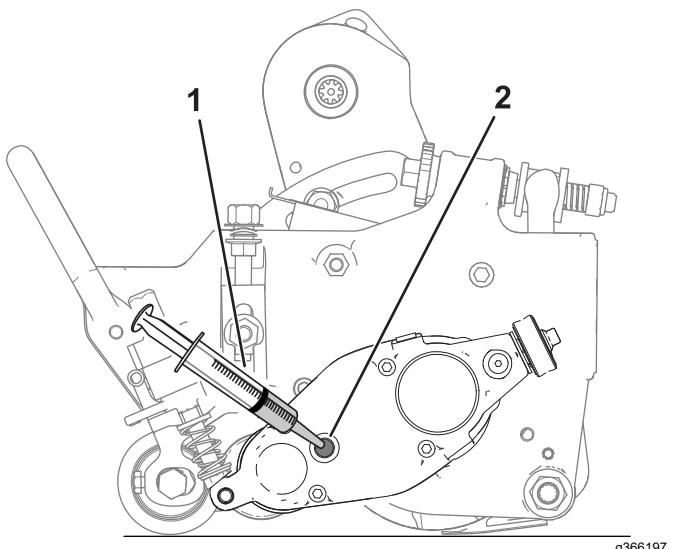

Figura 24
6. Mueva lentamente la unidad de corte hacia delante y hacia atrás para garantizar que el aceite se haya vaciado por completo de la carcasa. Cuando se haya vaciado totalmente el aceite, coloque la unidad de corte en una superficie nivelada, tal y como se muestra en la Figura 24.
8. Utilice una jeringa (Pieza n.º 137-0872) para llenar la caja de transmisión con 50 cc de aceite 80-90W (Figura 24).